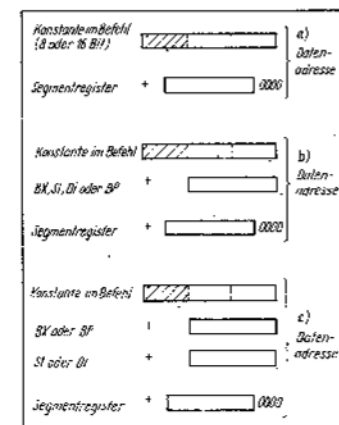

Bild 5.1 Adressierungsarten des 8086
Bei der direkten Adressierung von Speicherplätzen werden konstante Adressen numerisch oder als Symbol angegeben (Bild 5.1.a).
Die Registerangabe erfolgt in eckigen Klammern (Bild 5.1.b).
- OFFSET = [BX+SI] oder [BX+DI] oder [BP+SI] oder [BP+DI]** (Bild 5.1.c)
Bei **MOV**-Befehlen sind für den Speicherzugriff die im Abschnitt 5.2.1 genannten direkten und indirekten Adressierungsarten mit den Standard-Zuweisungen zu den Segmentregistern möglich (Bild 5.1):